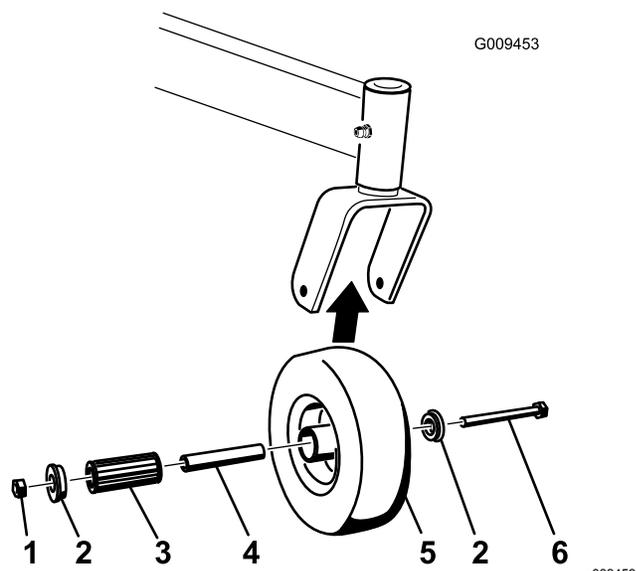

Рисунок 68
1. Удалите контргайку и колесный болт, с помощью которых поворотное колесо крепится квилке (Рисунок 68).
2. Снимите одну из втулок, затем извлеките распорную втулку и роликовый подшипник из ступицы колеса (Рисунок 68).
3. Извлеките вторую втулку из ступицы колеса и удалите всю смазку и грязь из ступицы (Рисунок 68).
Примечание: Замените поврежденные или изношенные детали (Рисунок 68).
5. Вставьте одну втулку в ступицу колеса (Рисунок 68).
6. Смажьте роликовый подшипник и распорную втулку и вставьте их в ступицу колеса (Рисунок 68).
7. Вставьте вторую втулку в ступицу колеса (Рисунок 68).
8. Установите поворотное колесо ввилку поворотного колеса и закрепите при помощи колесного болта и контргайки (Рисунок 68).
9. Затяните контргайку так, чтобы распорная втулка была прижата к внутренней поверхности поворотныхвилок (Рисунок 68).